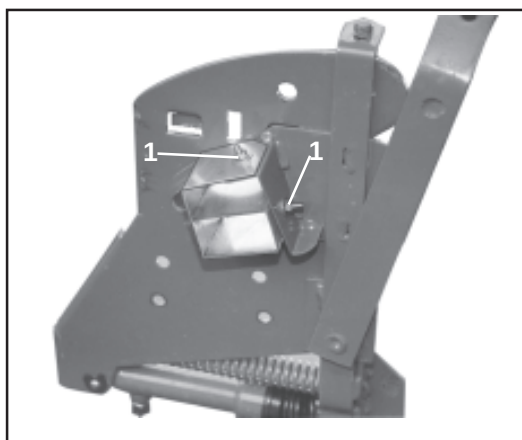

Fig. 10.25
- Merk av 2 hull, bor $\varnothing$ 9 mm og fest platene med skruer M 6 (Fig. 10.25/1), som har halvrunde hoder.